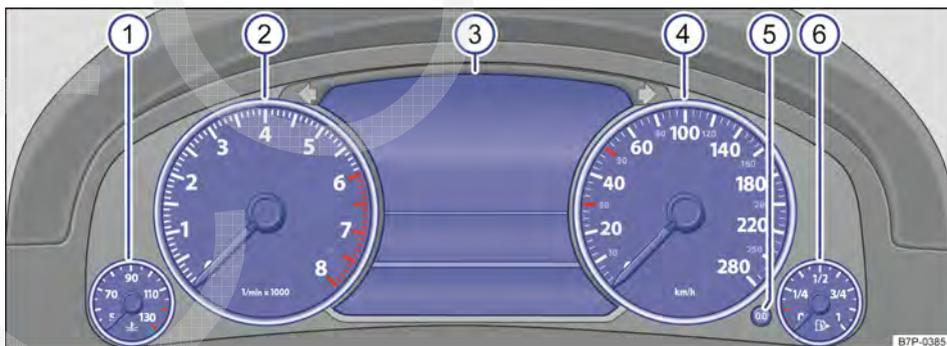

Fig. 47 No painel de instrumentos: instrumento combinado.
Esclarecimento dos instrumentos → Fig. 47:
De acordo com o equipamento do veículo, é possível que sejam exibidas diferentes informações no display do instrumento combinado → Fig. 47 (3):